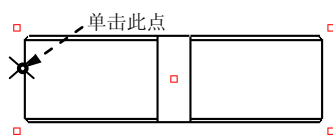

图 3.8.20 截面间断的中心点
(1) 此时系统提示  选取截面间断的中心点 < A >., 在投影视图 (图 3.8.20) 的边线上选取一点 (如果不在模型边线上选取点, 系统不认可), 这时在选取的点附近出现一个十字线。